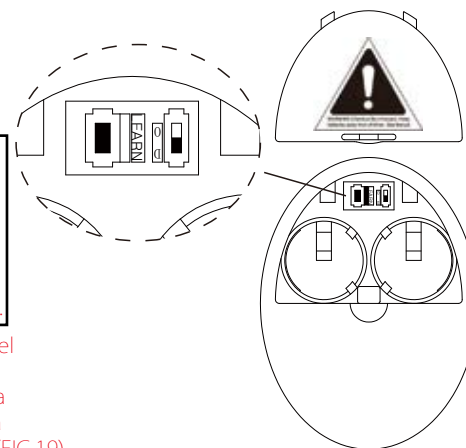

Fig. 19
ACTIVANDO EL PROCESO DE APRENDIZAJE (Fig.19)
2. Al acabar la instalación, la alimentación de CA se enciende dentro de los 30 segundos, mantenga presionado el botón APRENDER durante 3 segundos. El ventilador se encenderá a velocidad media y la luz (si se instala) se encenderá. Esto confirma que el ajuste SMART SYNC está activo y correcto. (FIG.19)
SELECTOR DE FUNCIÓN DE LUZ (Fig. 19)